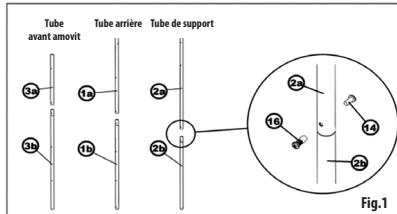

Fig.1
Assemblez les tubes, la partie avec l'extrémité rétrécie étant la moitié inférieure du montant, le rétrécissement devant être orienté vers le haut (**Fig. 1**). Vissez les tubes de support (2a+2b) à l'aide de la vis (14) et de l'écrou (16), les raccordements sur les autres pieds seront cachés sous les marches (7).